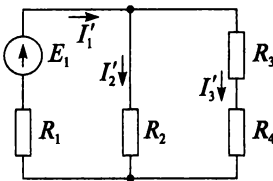

Рис. 3.37
1. Определяют частичные токи I' от источника ЭДС E_1 методом «свертывания» без учета ЭДС E_2 (рис. 3.37).